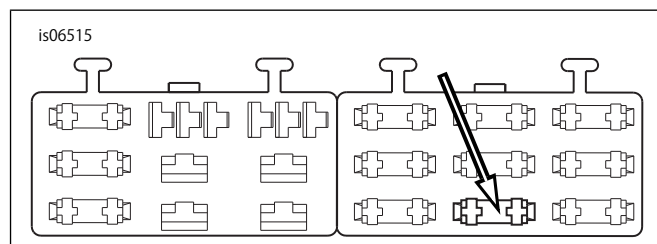

図8。「オープン」ヒューズブロックキャビティ(2004年以降のDyna)
4. 「図8」を参照してください。右ヒューズブロック内のヒューズブロックカバーの「オープン」と記されたヒューズキャビティ(1)を見つけます。オレンジ/白色アダプター配線のターミナルを止まるまで挿入します。正しい向きまたは深さを確認するには、近くにある工場出荷時に取り付けられているターミナルを参照してください。